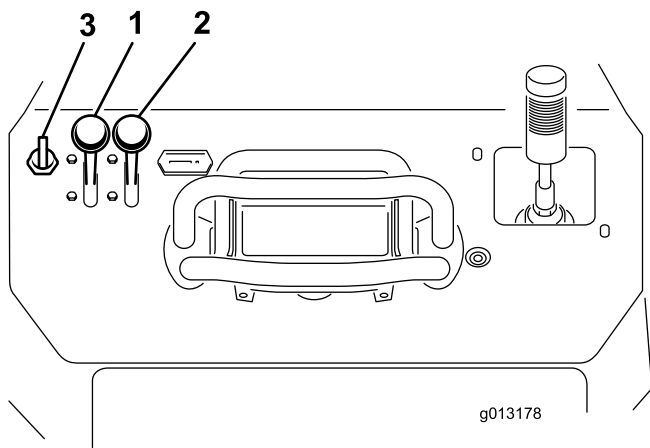

Figure 20
1. Réglez la commande d'accélérateur à mi-course entre les positions Haut régime et Bas régime (Figure 20).
2. Amenez la commande de starter en position En service (Figure 20).
3. Tournez la clé de contact en position Contact (Figure 20). Relâchez la clé quand le moteur démarre.
4. Amenez progressivement la commande de starter en position Hors service (Figure 20). Si le moteur cale ou hésite, engagez de nouveau le starter jusqu'à ce que le moteur soit chaud.
5. Réglez la commande d'accélérateur à la position voulue (Figure 20).
2. Placez la commande d'accélérateur à la position Bas régime (Figure 20).
3. Tournez la clé de contact en position Arrêt (Figure 20).